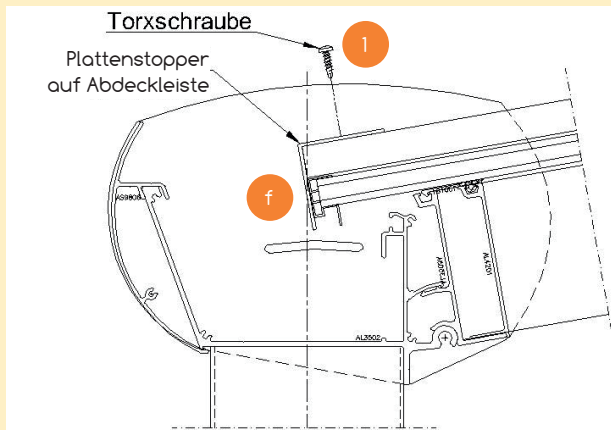

Abb. 28
- 6.9 Bringen Sie nun die Plattenstopper (f) an. Schrauben Sie diese mit einer Torxschraube (1) fest. (Bitte mit einem 4 mm Metallbohrer vorbohren) Abb.: 28